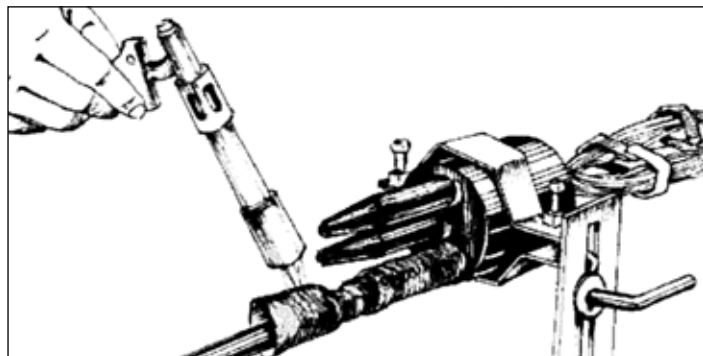

Рис. 4.7. - Герметизация патрубков трубками ТУТ 35/12
**4.3.2.** После сварки и выкладки в cassette ОВ, фиксации крышки cassette производят герметизацию вводов ОК в патрубки оголовников. Участок слегка прогревают открытым пламенем, устанавливают и усаживают трубки ТУТ 35/12 (Рис. 4.7).